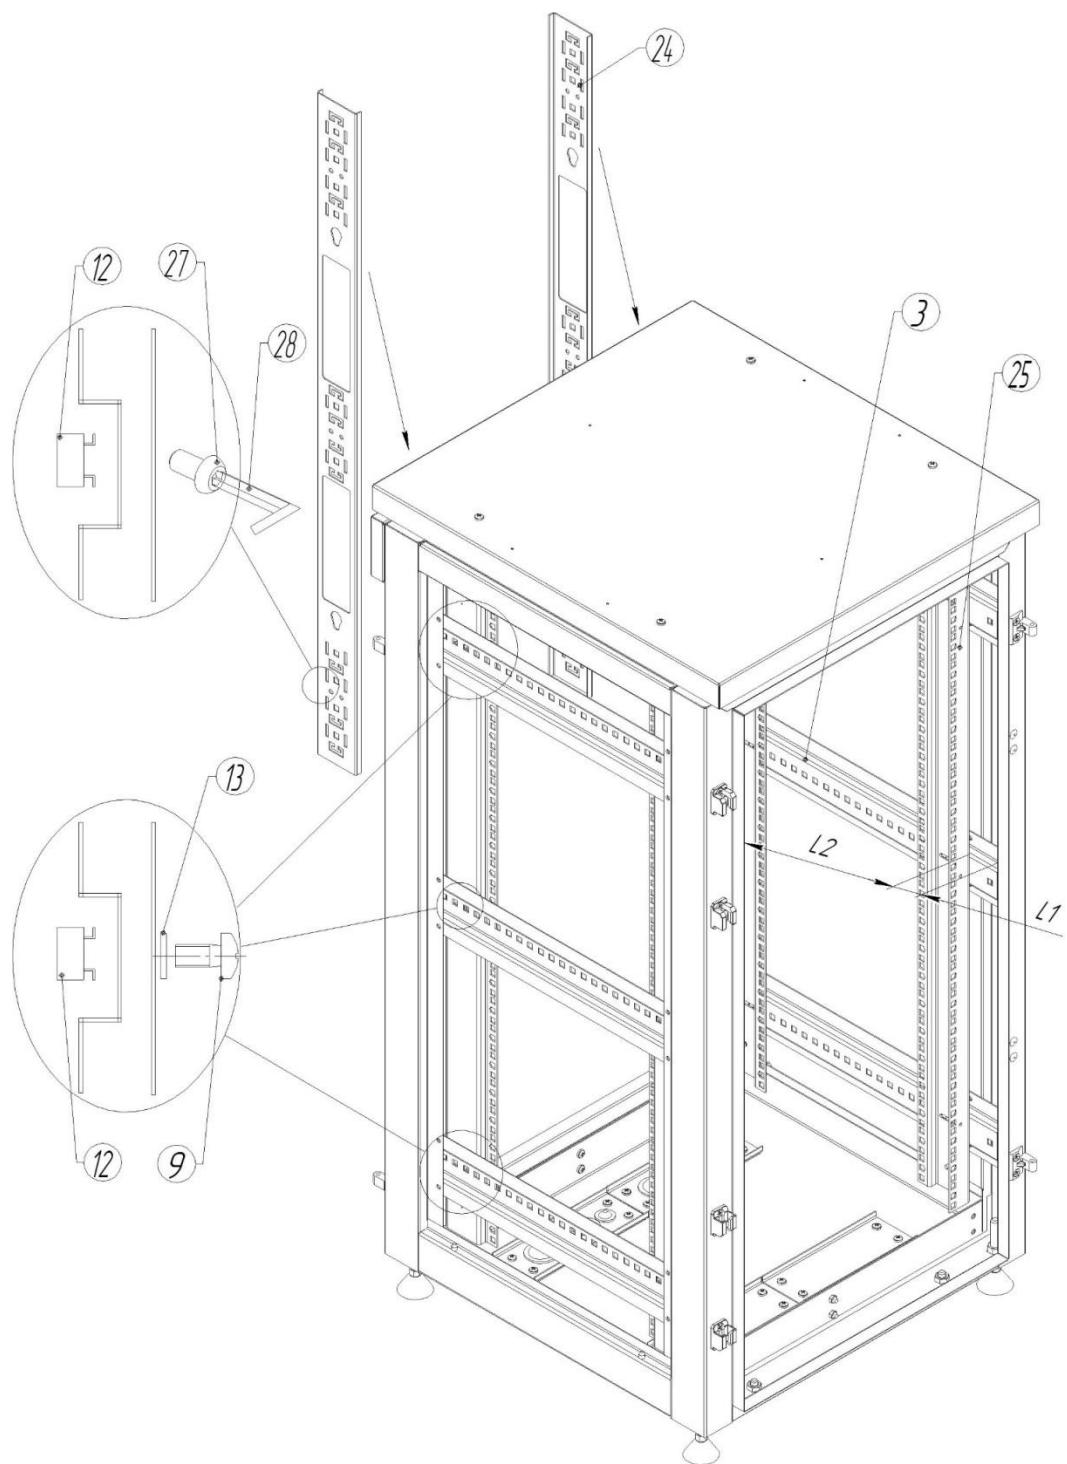

Рис.3
- 4.2- Определить расстояние до передней плоскости L1 и полезную глубину оборудования L2. Установить стойки монтажные (25) на профили (3) и закрепить винтами (9) – 24 (32*) шт., гайками клетевыми (12) – 24 (32*) шт. и шайбами (13) – 24 (32*) шт. Гайки клетевые (13) вставить в квадратные отверстия профилей (3), снаружи. См. рис.3